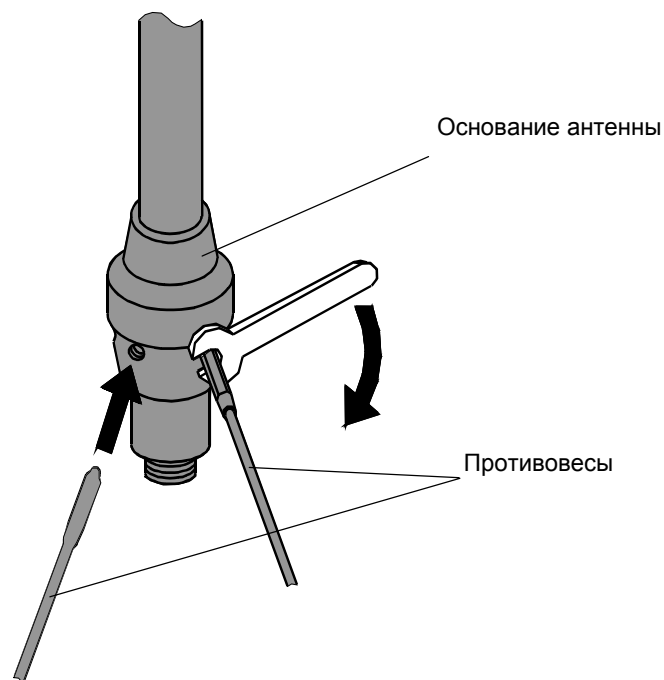

Рис. 4
- Ввинтите противовесы (6 шт.) в основание антенны. Для затяжки резьбового соединения пользуйтесь гаечным ключом (см. рис. 4)